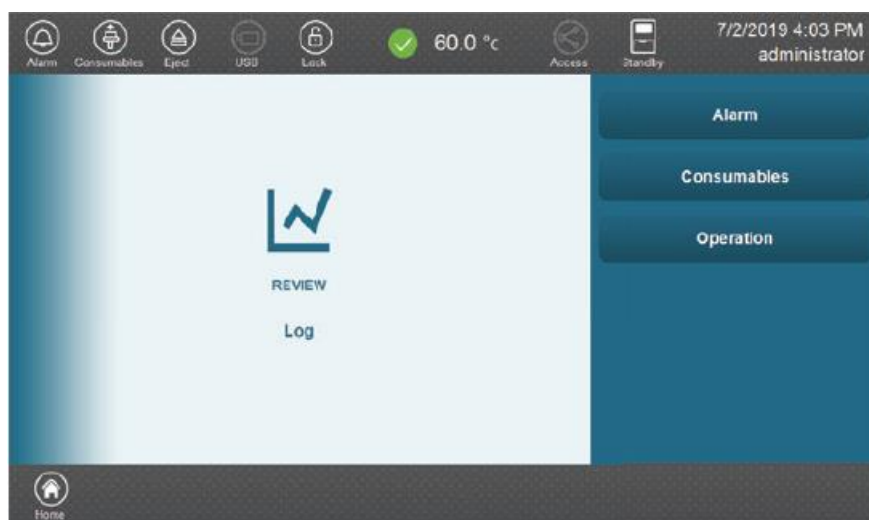
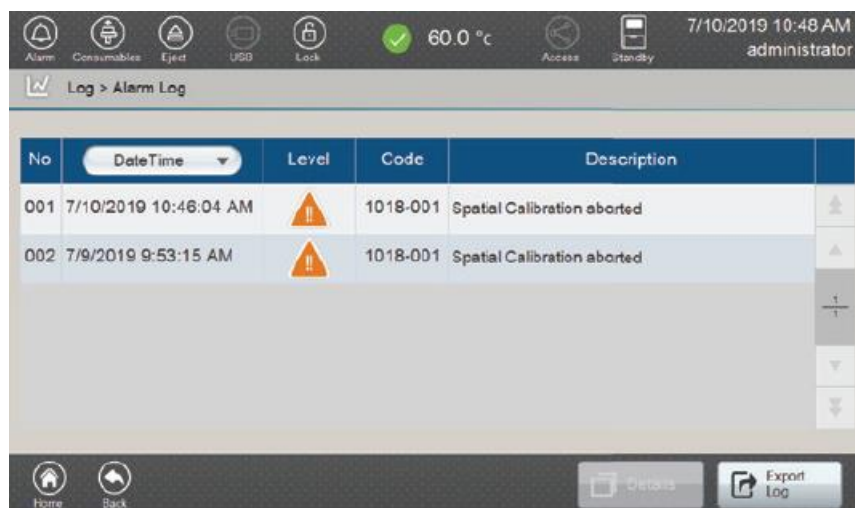
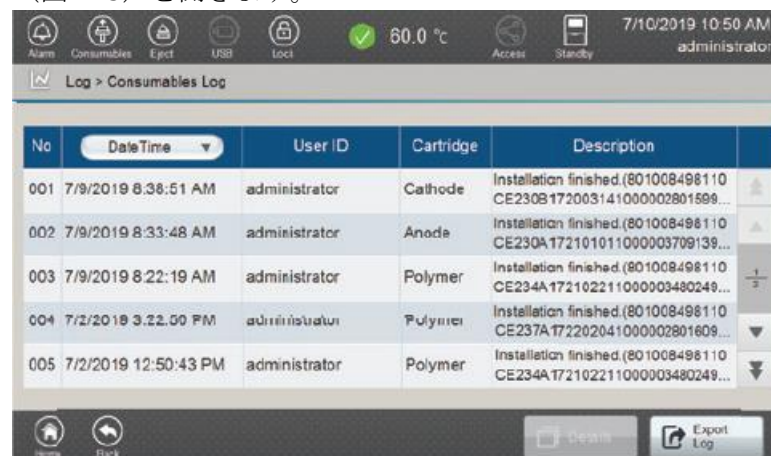
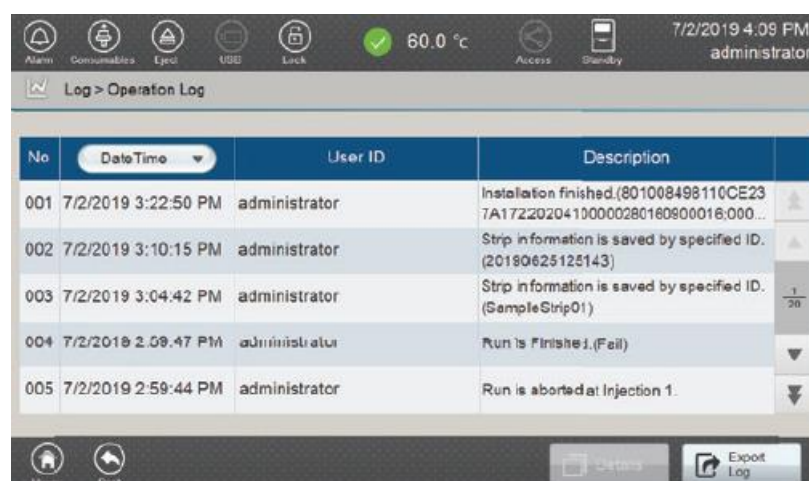

図 110 ログ画面
図 111 Alarm Log
図 113 Consumables Log 画面
図 115 Operation log 画面
Spectrum Compact Control Software は、装置のアラーム情報、消耗品情報、操作情報の情報をログに記録します。これらのログは、Main Menu 画面（図 9）の Review セクションにある log を選択することでアクセスできます。Log の画面（図 110）では、3 つの機能が利用できます。
1. Log 画面（図 110）の **Alarm** を選択し、Alarm Log 画面（図 111）を開きます。
2. Alarm Log 画面の **Date Time** を選択し、ログを日付の降順、昇順に並べます。（図 111）
- Log 画面（図 110）の **Consumables** を選択し、Consumables Log 画面（図 113）を開きます。
- Consumables Log 画面の **Date Time** を選択し、日付順に log を並べます。（図 113）
1. Log 画面（図 110）の **Operation** を選択し、Operation Log 画面（図 115）を開きます。
2. Operation Log 画面（図 115）の Date Time の列を選んで、日付の昇順/降順にログを表示させます。
1. Log 画面（図 110）で **Alarm**、**Consumable**、**Operation** のいずれかを選択します。